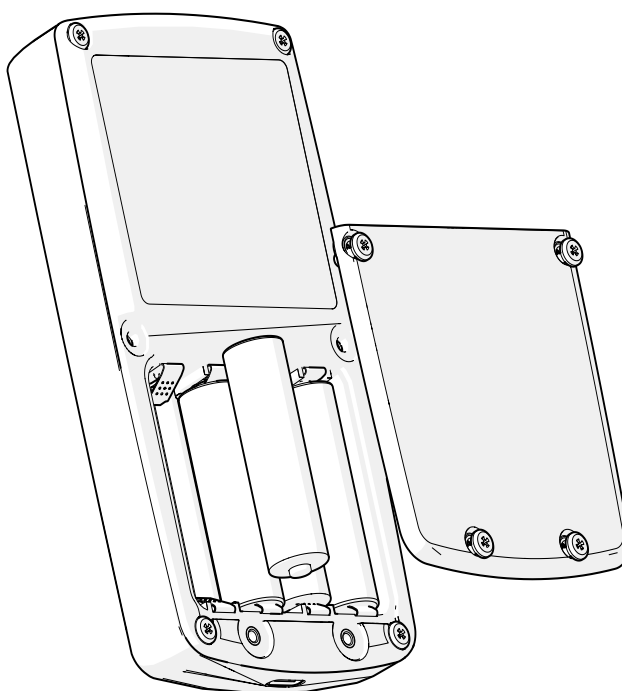

Figura 6-1: Instalación de las baterías
1. Utilice un destornillador Pozidriv para desatornillar los tornillos cautivos que sujetan la tapa del compartimento de la batería. Vea la Figura 6-1.